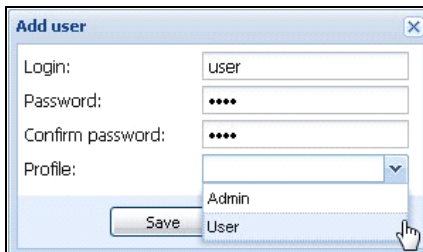

Abbildung 12. Dialogfeld „Add User“ (Benutzer hinzufügen)
- 4 Geben Sie den Benutzernamen und das Kennwort des Benutzers ein (siehe Abbildung 12).